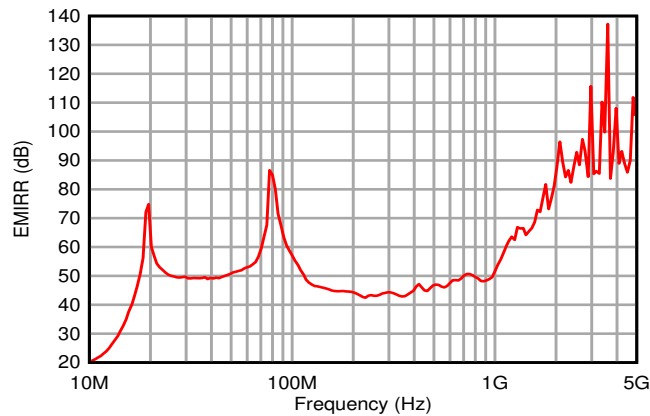

图 8-2. EMIRR 测试
OPAx182 通过集成电磁干扰 (EMI) 滤波降低无线通信设备、混合使用模拟信号链和数字元件的高密度电路板等干扰源产生的 EMI 效应。利用电路设计技术可以提高 EMI 抗扰度；OPAx182 从这些设计改进中受益。德州仪器 (TI) 已经开发出在 10MHz 至 6GHz 宽频谱范围内准确测量和量化运算放大器抗扰度的功能。图 8-2 显示了对 OPAx182 执行此测试的结果。表 8-1 列出了 OPAx182 在实际应用中常见特定频率下的 EMIRR IN+ 值。表 8-1 列出的应用可在下图给出的特定频率或其近似频率下运行。有关详细信息也可参阅 运算放大器的 EMI 抑制比应用报告，可从 [www.ti.com](http://www.ti.com) 下载此报告。
OPAx182 的 EMIRR +IN 与频率间的关系图如图 8-2 所示。任何双路和四路运算放大器器件版本 ( 如果可用 ) 具有几乎相似的 EMIRR +IN 性能。OPAx182 增益带宽为 5MHz。低于该频率的 EMIRR 性能表示存在位于运算放大器带宽内的干扰信号。